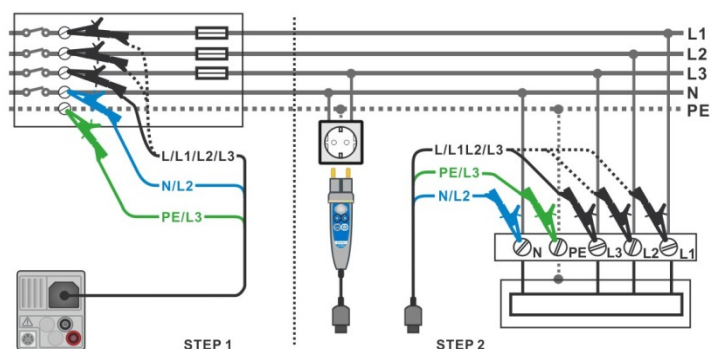

Рисунок 7.45: Измерение падения напряжения – подключение щупа «commander» и 3-проводного измерительного кабеля.
- › Подключите измерительные провода к началу электрической изоляции, см. **Рисунок 7.45: Измерение падения напряжения – подключение щупа «commander» и 3-проводного измерительного кабеля.**
- › Подключите измерительные провода и разъем «Commander» к испытываемому объекту (см. **Рисунок 7.45: Измерение падения напряжения – подключение щупа «commander» и 3-проводного измерительного кабеля**).